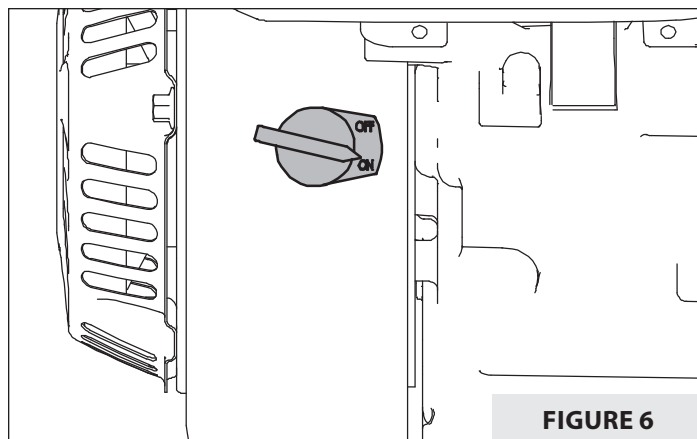

FIGURE 6
7. Mettre l'interrupteur On/Off (marche/arrêt) en position **ON**. **VOIR FIGURE 6.**